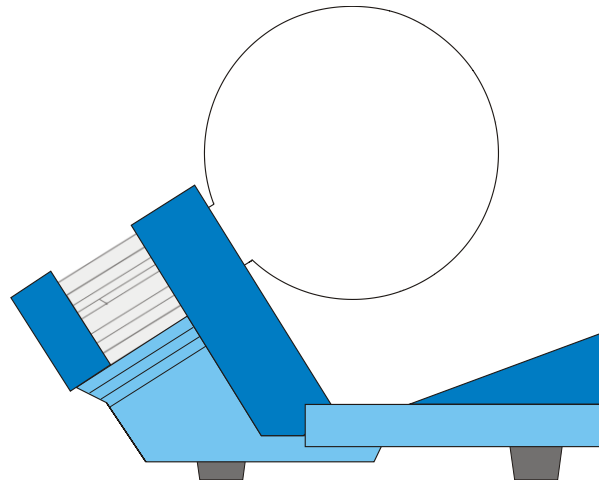

Fig. 1 Montaje de un tubo
- Insertar el tubo en el casquillo ejerciendo ligera presión hasta que las clavijas de contacto estén completamente introducidas en el casquillo. Durante dicha operación, cabe observar que la posición de la clavija guía sea exacta (véase fig. 1).